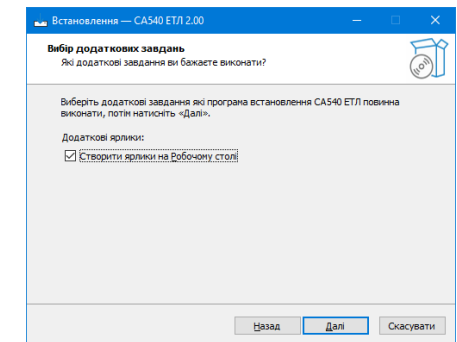

Рисунок 8.4
4) На екрані з'явиться вікно (рисунок 8.4). Зробити установку, як показано на рисунку, або відмовитися від створення значка на Робочому столі, потім клацнути по кнопці **Далі**.